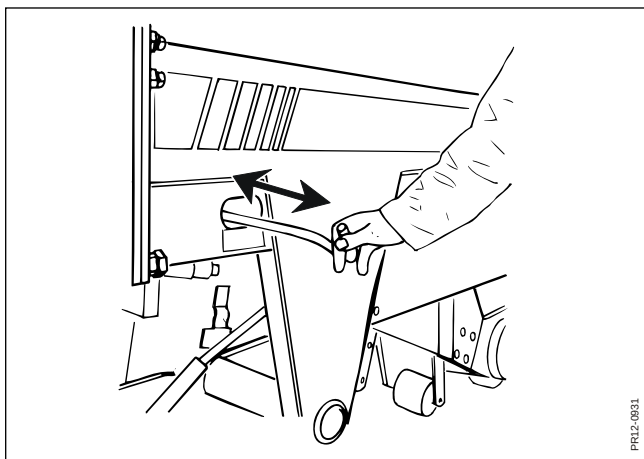

Fig. 5-4
- Fig. 5-4** 6. Fat håndtag og giv forsigtig tilspænding til stenen rører kniven. Træk stenen hen over hele rotoren og tilbage igen. Gentag tilspænding og bevægelsen hen over rotorens bredde til fornøden skarphed af knivene er opnået.